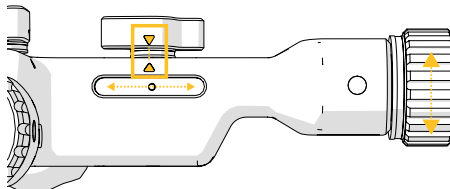
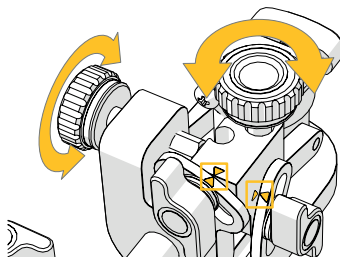

Figura 2: regolazione della rotella per l'allineamento delle frecce.
Figura 3: regolazione della rotella per l'allineamento delle frecce.
- ✓ Prima di configurare il sistema di puntamento di precisione, regolare le manopole in modo tale che le frecce indicate nella Figura 2 e nella Figura 3 siano allineate.
3. Posizionare le manopole di regolazione lineare in modo tale che le frecce indicate nella Figura 2 siano allineate. La posizione nominale del braccio si ottiene allineando le punte delle frecce.
4. Posizionare le manopole di regolazione rotazionale in modo tale che le frecce indicate nella Figura 3 siano allineate. La posizione nominale del braccio si ottiene allineando le punte delle frecce.